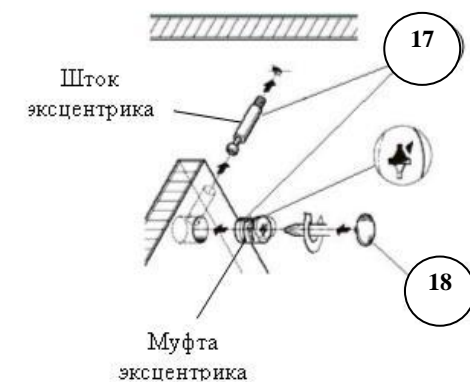

Рис.3 Установка эксцентриксовой стяжки
1. Установить муфты эксцентриков (17) и шканты (24) в подходящие отверстия на боковинах ящиков (11,12). Вкрутить шток эксцентрика (17) в фасады ящиков (9) (рисунок 3,4).
2. Собрать корпус ящика по рисунку 4 при помощи винтов-конфирматов (15) и эксцентриксовых стяжек (17).
3. Выверить прямоугольность корпуса ящика (равные диагонали). Дно ящика (7) завести в паз на фасаде (9), закрепить саморезами 3x20 (19) к задней панели (10) и боковинам ящика (11,12) .
4. На боковины ящиков (11,12) установить съемную часть направляющих (22) и закрепить их саморезами 3,5x12 (23).
5. Установить ручки (21) на фасады ящиков(9).